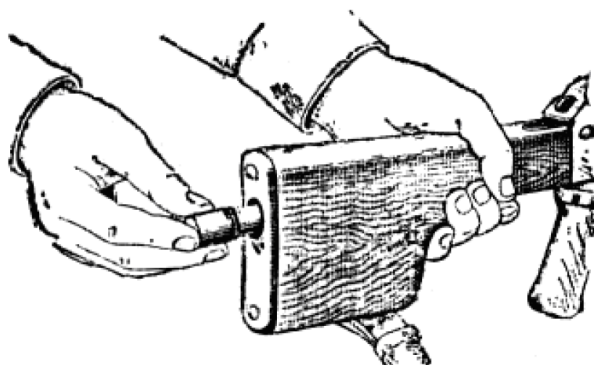

Рис. 30. Вкладывание пенала принадлежности в гнездо приклада
9) **Вложить пенал в гнездо приклада.** Уложить протирку, ершик, отвертку и выколотку в пенал и закрыть его крышкой, вложить пенал дном в гнездо приклада (рис. 30) и утопить его так, чтобы гнездо закрылось крышкой. У автоматов со складывающимся прикладом пенал убирается в карман сумки для магазинов.